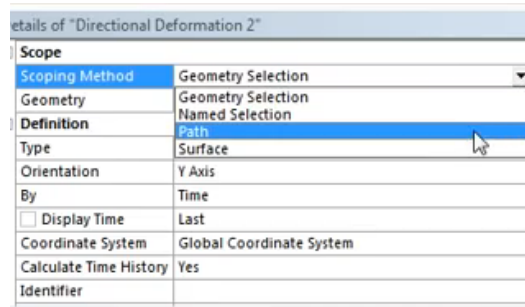

Рис. 19.
*Details of Deformation2* → *Scoping Method* → *Path* (рис. 19)